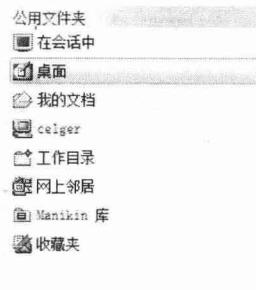

图 1-11 文件浏览器
(2)【文件浏览器】可以浏览计算机上的文件并打开，如图 1-11 所示。